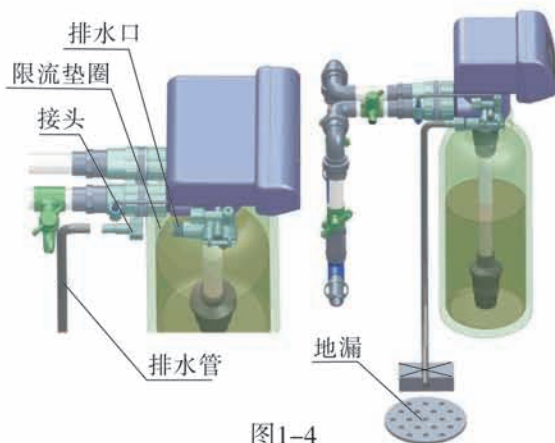

图1-4
⑤ 安装排水管路
- 如图1-4所示，排水软管插入排水接头；
● 绝对不能把排水管与下水道相连，须在二者之间留有一定的空隙（如图1-4），以防污水被虹吸到水处理器中。